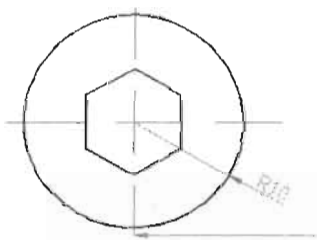

图 6-58
(5) 单击“绘图”工具栏中的“圆”按钮 , 以辅助线交点为圆心绘制一个半径为 10 的圆, 如图 6-58 所示。